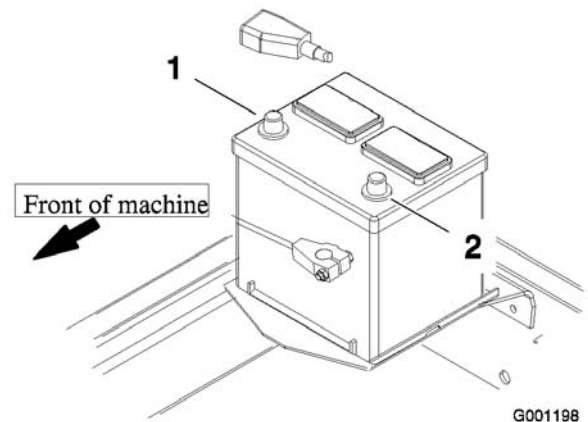

Bild 10
8. Klemmen Sie zuerst das Pluskabel (Rot) am Pluspol (+) der Batterie, und dann das Minuskabel (Schwarz) am Minuspol (-) der Batterie an (Bild 10). Ziehen Sie den Gummischuh über den Pluspol, um Kurzschlüssen vorzubeugen.